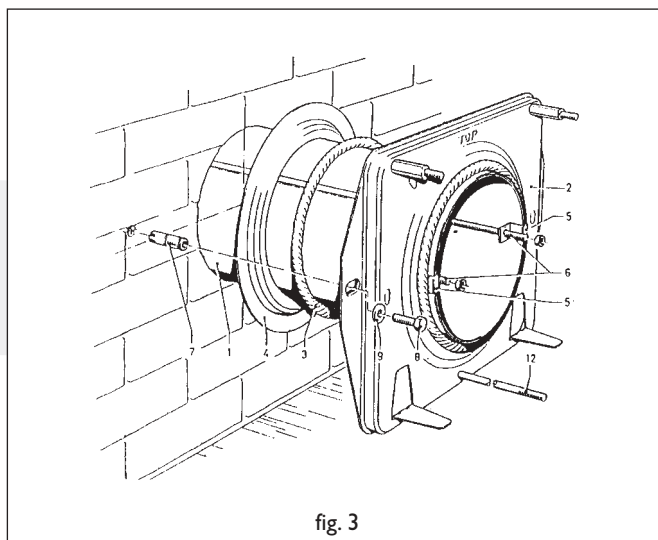

fig. 3
### Installation du conduit standard de traversée de façade (fig. 3)
### Installation du conduit de traversée de façade avec conduite d'amenée télescopique (fig. 3)
### Fixation de la plaque de montage (fig. 3)
- Par ailleurs, remplacez l'écrou à cheville (8) (fig 3) par un boulon fileté pour bois.
- Installez à l'intérieur de la pièce, la plaque de protection (14) entre la plaque de montage (2) et le mur.
- Fixez à l'extérieur du mur, la plaque en silumine (15) au moyen de 4 vis (16).